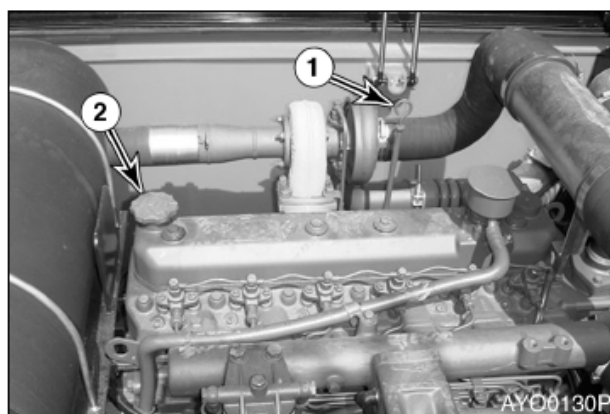

Рис. 11
2. Удалить щуп (1, рис. 11) и вытереть масло чистой тряпкой.
5. Добавить масло через маслозаливную горловину двигателя (2, рис. 11), если уровень масла ниже отметки **LOW** (Минимум).